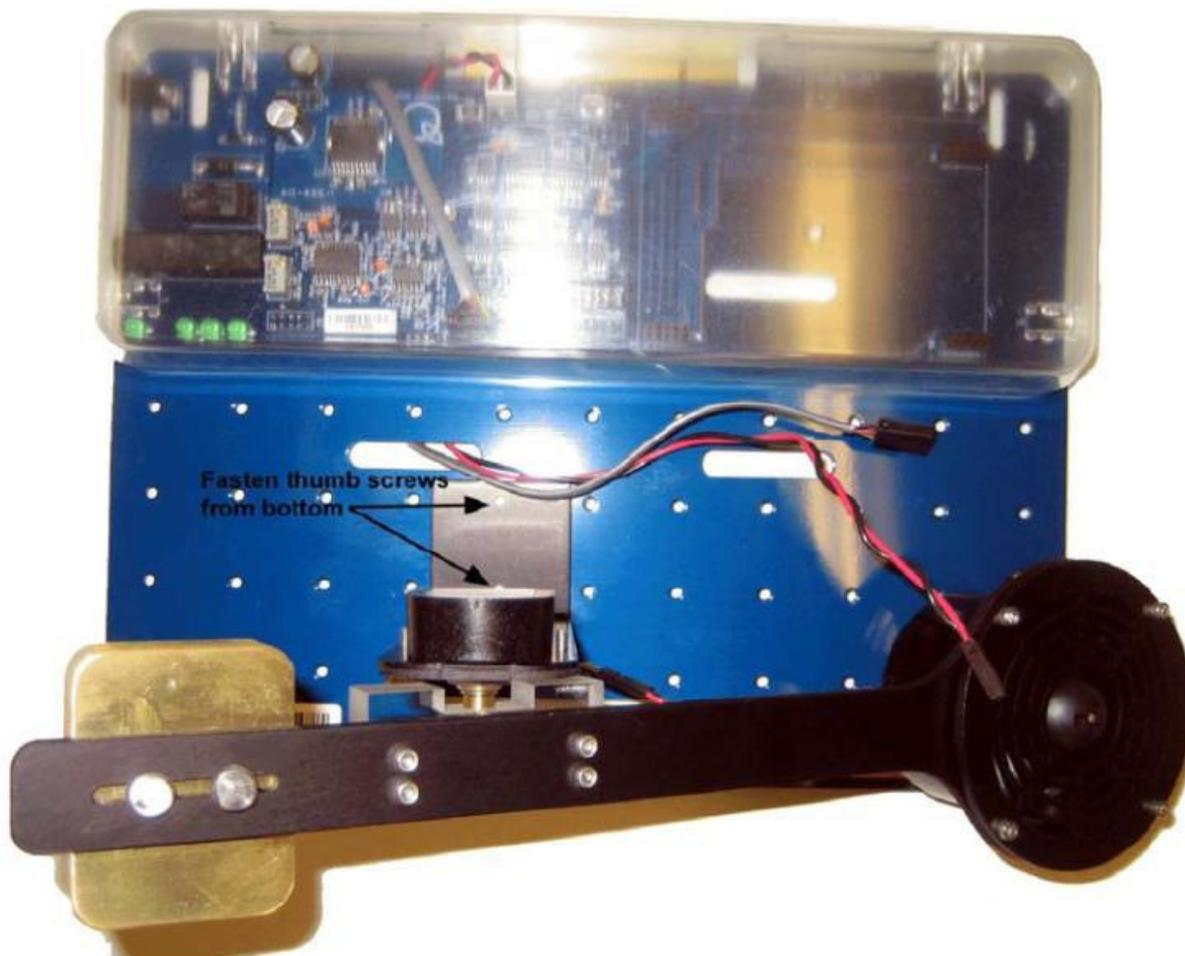
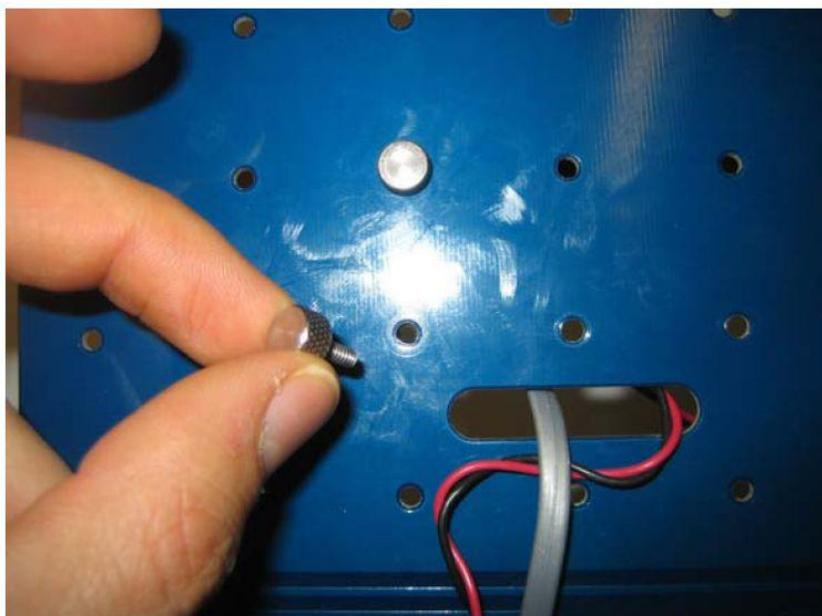

Рис. 35. Два винта проходят с нижней стороны платы модуля в отверстия основания опоры
Рис. 36. Закрутите два винта с нижней стороны модуля.
5. Приведите опору в вертикальное положение и совместите два отверстия в основании с двумя отверстиями в плате модуля (рисунок 35). Затяните два прилагаемых винта с нижней стороны платы модуля, чтобы прикрепить плату к основанию опоры (рисунок 36).